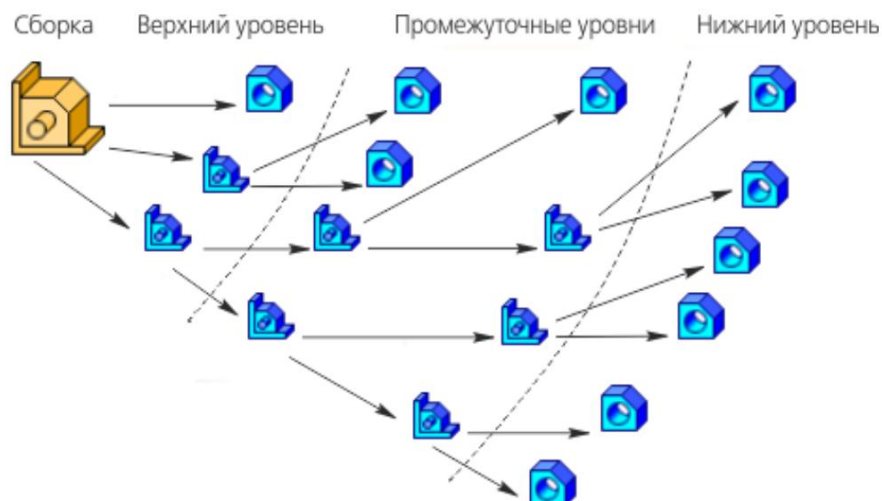

Рис. 3.1. Схема проектирования сверху вниз
- Сверху вниз — компоненты создаются в контексте сборки, при этом построение следующих может базироваться на предыдущих (Рис. 3.1.);